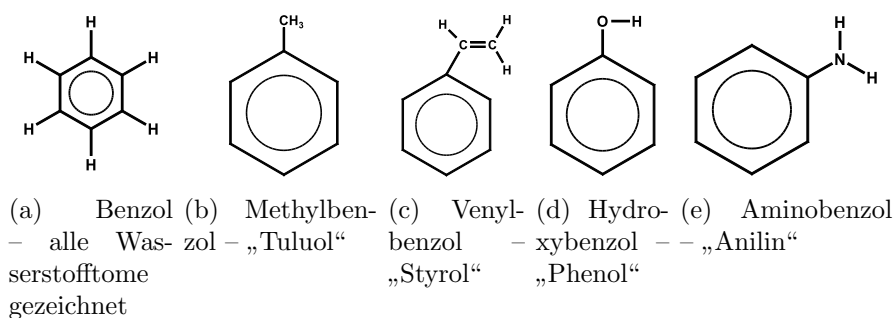

Abbildung 6.2: Wichtige Derivate des Benzols
Ein paar wichtige Derivate mit Trivialnamen sind in Abbildung 6.2 auf S. 45 abgebildet.
*Phenol* (S. Abb. 6.2(d) auf S. 45) ist eine schwache Säure. Das *Phenolat*-Ion entsteht, wenn Phenol sein ein Proton an der  $OH$ -Gruppe abgibt. Die dadurch entstehende negative Ladung ist jedoch teilweise delokalisiert (Kap. 6.2 auf S. 42) und verteilt sich über das *komplette* Molekül. Deshalb kann es sein, dass ein Proton an den Sauerstoff kommt und hier keine überschüssigen Elektronen vorliegen um eine Bindung einzugehen (und damit eine Säure-Base-Reaktion). Ebenso ist das Phenolat etwas stabiler als das Phenol, weswegen dieses sein Proton gerne abgibt.
Bei *Anilin* (S. Abb. 6.2(e) auf S. 45) handelt es sich um eine schwache Base: Das freie Elektronenpaar an der  $NH_2$ -Gruppe kann Protonen aufnehmen. Dieses Elektronenpaar ist jedoch ein wenig delokalisiert, das macht Anilin zur noch schwächeren Base.